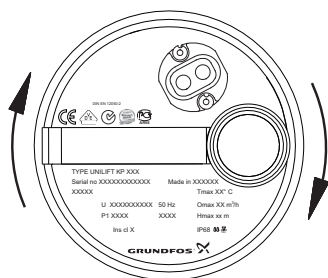

Fig. 9 Sentido de giro
3. Observar la bomba al arrancar. Si la bomba da un ligero golpe en el sentido de las agujas del reloj (consultar la fig. 9) el sentido de giro del motor es correcto. Si el golpe es en el sentido contrario al de las agujas del reloj, intercambiar dos fases en la conexión de corriente principal.